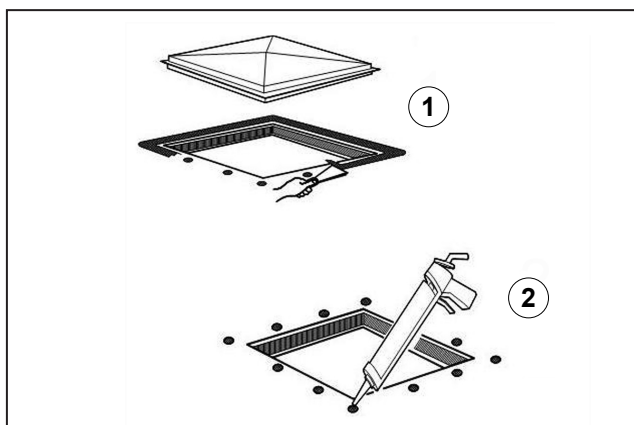

Fig. 4
Skrapa bort allt tätningsmedel runt öppningen ("Fig. 4" ref. 1) och täpp igen skruvhålen och hopfogningspåren med silikon eller spackel som lätt går att få tag på i specialbutiker ("Fig. 4", ref. 2).